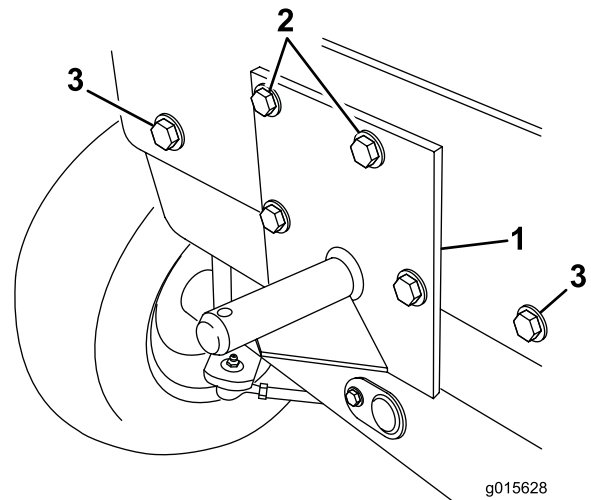

Figura 14
6. Coloque el soporte derecho de la tolva en el bastidor trasero, como se muestra en Figura 14, mientras alinea los 2 orificios de montaje inferiores con los orificios del bastidor. Con el soporte como plantilla, localice, marque y perfore los 2 taladros restantes (9/16") en el bastidor trasero.
7. En los modelos 30343 y 30344 con números de serie 260000001 y superiores, instale dos pernos (½" x 1¼") (del kit) y los 2 conjuntos de arandelas de freno (½") y arandelas planas (½") que se retiraron anteriormente en los taladros del bastidor exterior para sujetar el peso interno (Figura 14).
soporte trasero de la tolva en el bastidor con 2 pernos ($\frac{1}{2}$ " x $1\frac{1}{4}$ "), una pletina de montaje y 2 contratuercas ($\frac{1}{2}$ ") (Figura 14).
- En unidades de tracción con número de serie 260000001 y superiores, monte la parte superior del soporte trasero de la tolva en el bastidor con 2 pernos ($\frac{1}{2}$ " x 3"), una pletina de montaje, 2 arandelas planas ($\frac{1}{2}$ ") y 2 contratuercas ($\frac{1}{2}$ "), como se muestra en Figura 14.